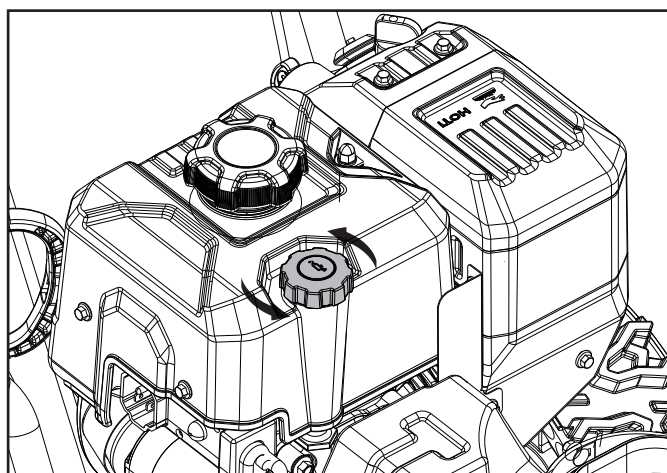

Figure 12A
2. Retirez le bouchon d'huile/la jauge (A) et essuyez-le (fig. 12A).